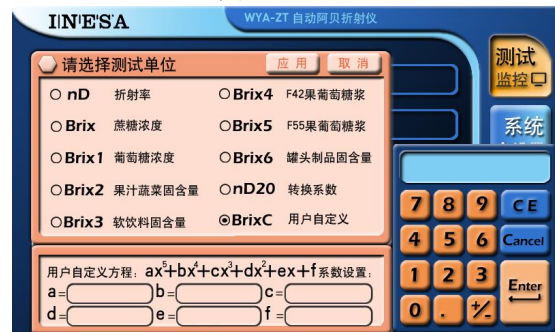

图 20
(2) 若选择 BrixC、nD20 则用户需输入自定义的系数。见图 20、图 21。